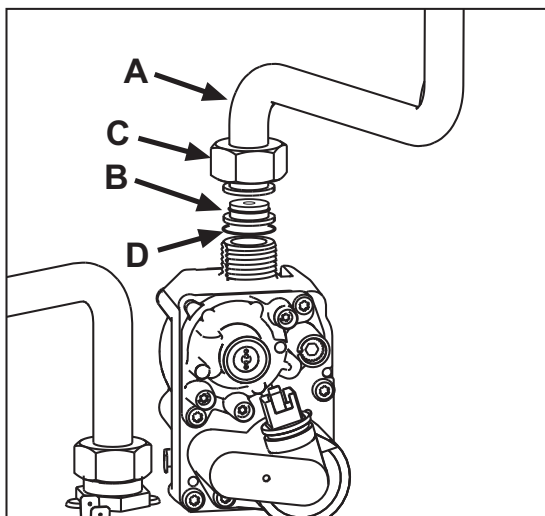

fig. 22
3. Dévisser le papillon **C** et dégager le tuyau du gaz **A** de la soupape gaz (voir fig. 22).
4. Remplacer la buse **B** présente dans le tuyau gaz par celle contenue dans le kit de transformation après avoir intercalé le joint **D** (voir fig. 22).